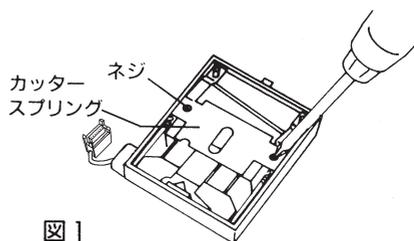

図1
2. ネジ2本をはずし、カッタースプリング(押さえ板)を取り除いてください。(図1)